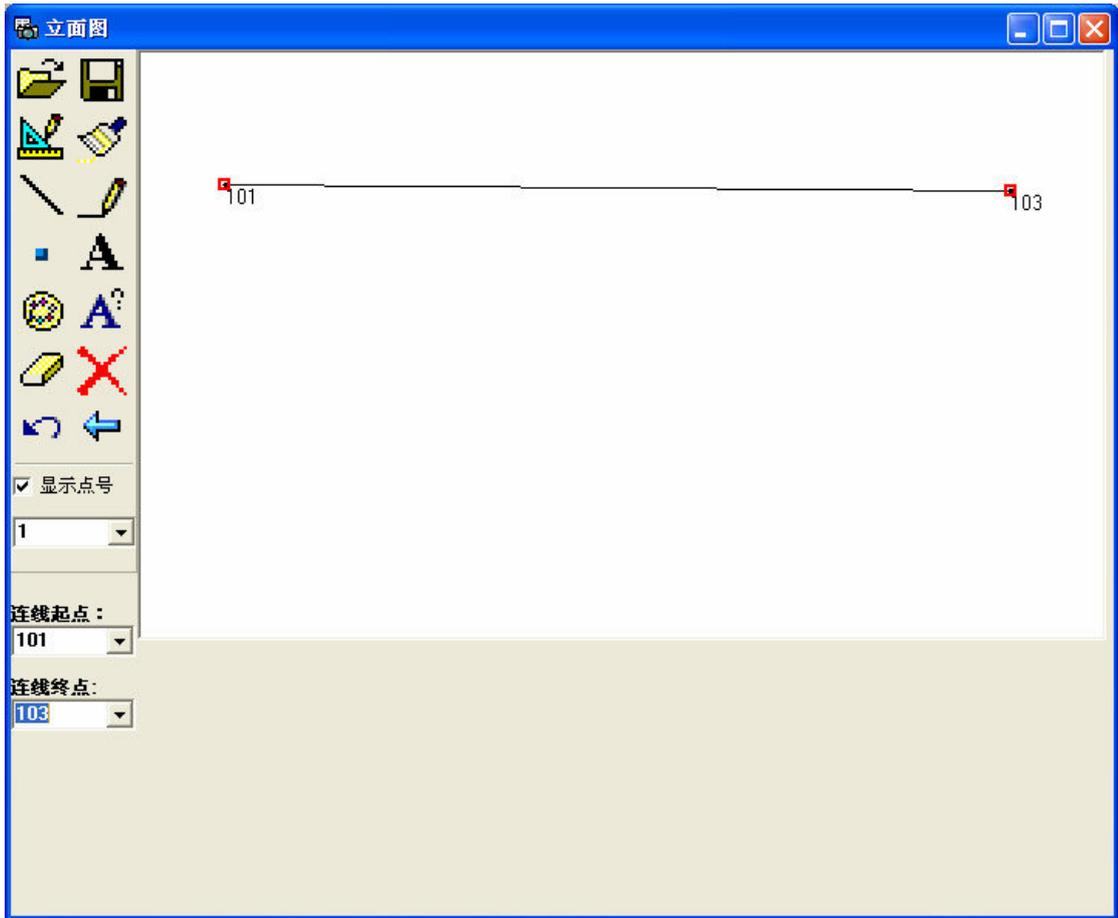
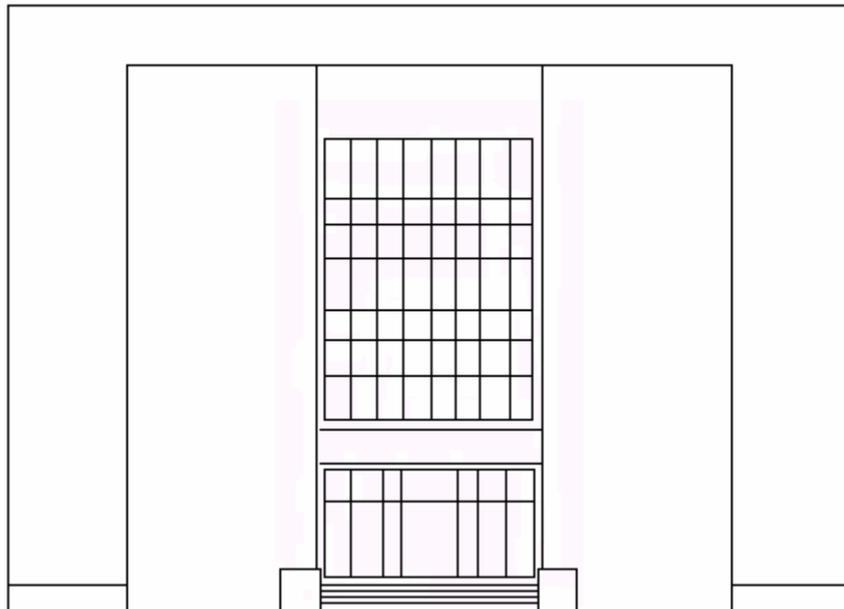

图 4-10a 立面绘图窗口
图 4-10b 立面图示例
(10) 量测完碎部点后, 就可以点击【绘制立面图】绘制建筑物立面图, 如图 4-10a、图 4-10b 所示。